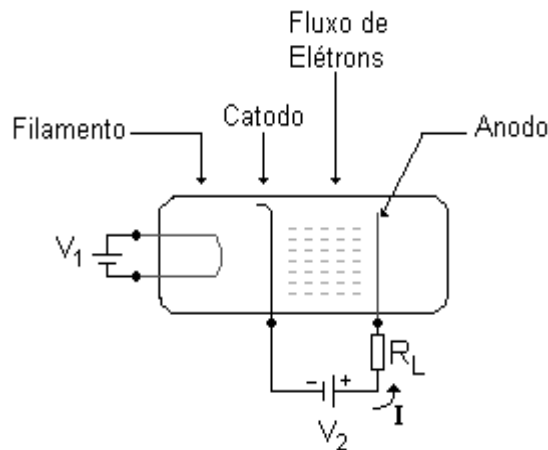

Figura 1.1 – Válvula diodo polarizada
- ✓ A válvula *diodo* é composta por duas placas metálicas, colocadas numa cápsula de vidro em vácuo. Um filamento aquece uma das placas polarizada negativamente, denominada *cátodo*, gerando um fluxo de elétrons (corrente elétrica I) que atinge a segunda placa polarizada positivamente, denominada *ânodo*, conforme Figura 1.1.